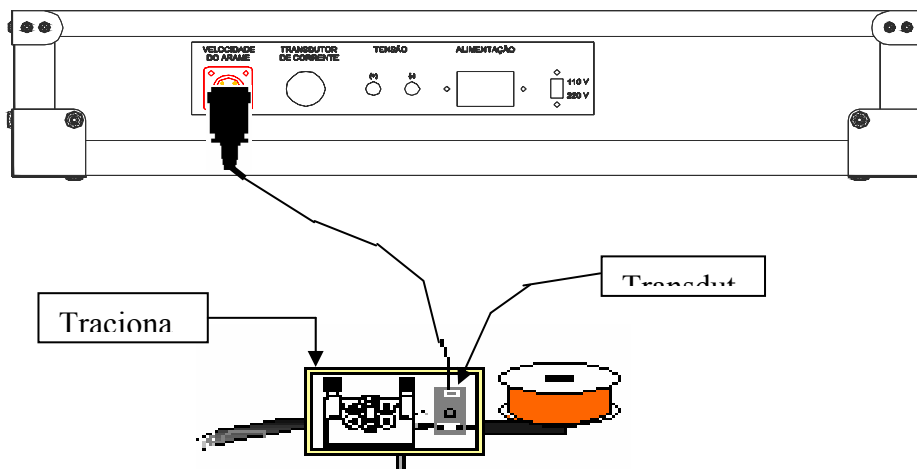

Fig. 6: Colocação do transdutor de velocidade de arame.
3.3.3 - Velocidade do arame: colocar o transdutor no arame, antes do tracionador, em uma posição que este não oscile ou se desloque facilmente. O sinal de saída é sempre positivo, independente do sentido de deslocamento do arame. Ver Fig. 6.